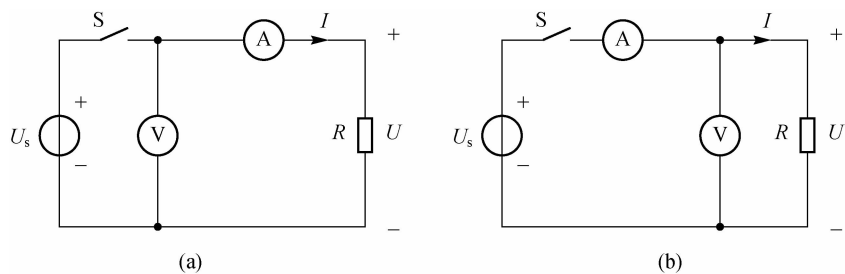

图 2-21 电路基本参数测量接线图
(3)直流功率 $P=UI$,即 P 为电压 U 和电流 I 的乘积,所以可采用电压表与电流表间接测量,接线如图 2-21(a)、图 2-21(b)所示,接法不同,电路基本参数的测量和计算结果也有所差别。由于电流表内阻上的压降很小,所以一般情况下采用如图 2-21(a)所示的接法。在低压大电流的特殊场合,如果电流表上的压降比较显著,可以采用如图 2-21(b)所示的接法。
分别取不同的电阻值,按图 2-21 所示电路接好线,确保线路接线正确后接通电源,电源电压保持不变,读取电流表和电压表的读数并填入表 2-2。
分别取不同的电源电压数值,按图 2-21 所示电路接好线,确保线路接线正确后接通电源,电阻数值保持不变时,读取电流表和电压表的读数并填入表 2-3。